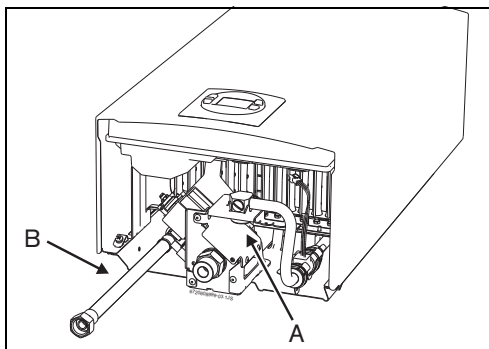

Fig. 15 Conexión del agua
- ▶ Identificar la tubería de agua fría (Fig. 15, [A]) y de agua caliente (Fig. 15, [B]), para evitar.